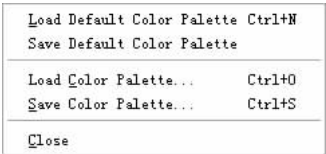

图 10-67 “File（文件）”菜单
2. 选择“File（文件）”命令，弹出如图 10-67 所示的菜单，加载或保存调色板，以供板层颜色设置。